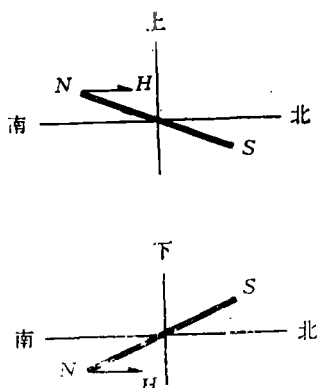
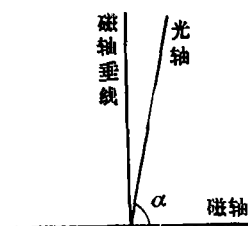

图3
图4
三度模拟实验，所得曲线（图3、图4）与实测曲线在形态上颇为接近（尤其是图4的三度模拟曲线）。
3)。当其读数小于N极在北的读数时,表明N极在水平面之上(图3上);当其读数大于N极在北的读数时,表明N极在水平面之下(图3下)。因此,N极在水平面之下,增大
此时活动刻线和固定刻线并不一定重合,而有一个距离。这个距离较大时,说明磁棒磁轴垂线与光轴相差较多(图4)。这时可在磁棒与磁系块接触的间隙内垫上一小片铝铂使磁轴垂线与光轴重合,即 α 角成 90° 。要使光系内固定刻线与活动刻线的距离相差不大,可用光系镜筒上的两个调节顶丝进行调整,以使光轴和磁轴垂直。随后,再进行验证。其方法是:旋转读数器,使光系内的两条刻线重合,若N南N北两个读数一样,则此数值即为零点。